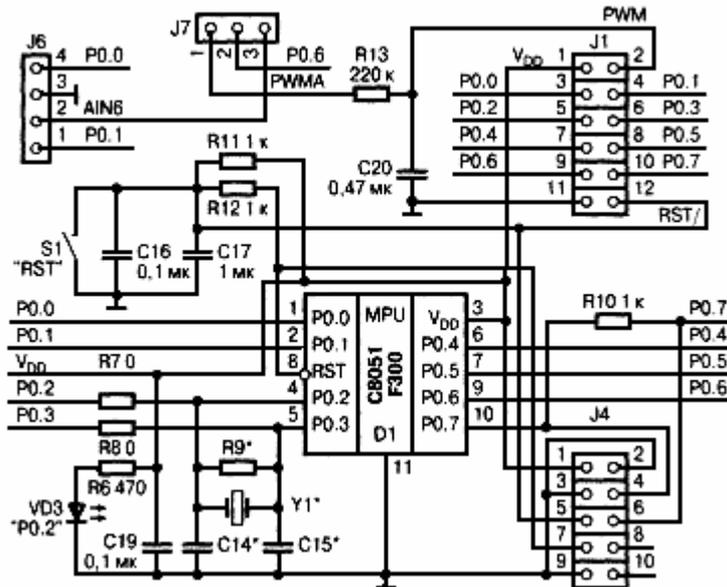
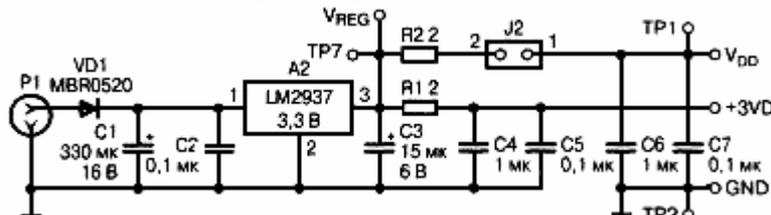
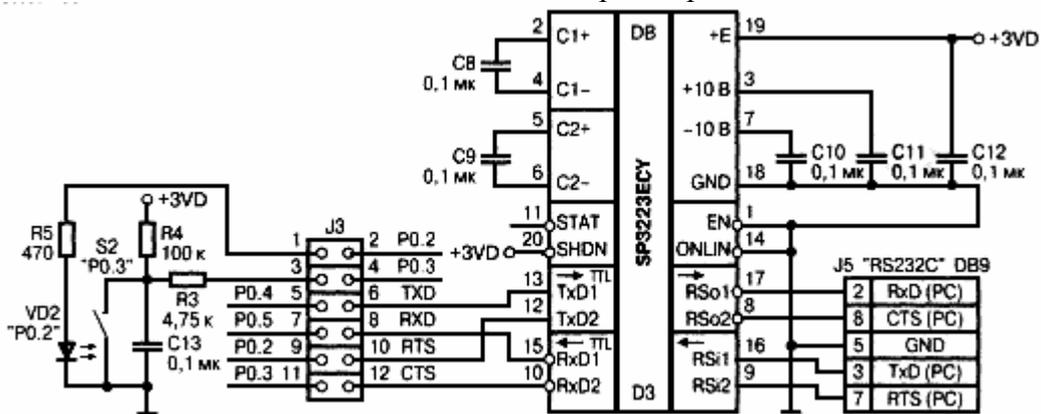

Рис. 20. Узел микроконтроллера C8051F300 с обвязкой
Рис. 21. Узел стабилизатора напряжения
Рис. 22. Узел интерфейса RS-232C
**Эволюционная плата семейства C8051F30x.** Принципиальная схема эволюционной платы C8051F300 разделена на три фрагмента. На рис. 20 показан узел микроконтроллера с обвязкой, на рис. 21 – стабилизатор напряжения и на рис. 22 – узел интерфейса RS-232C.